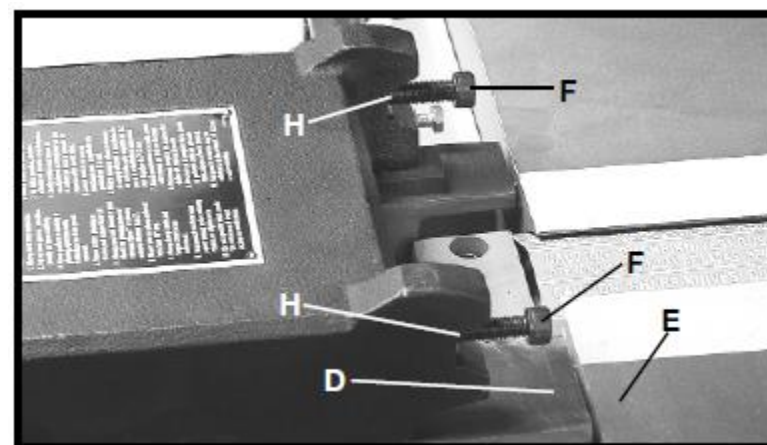

Рис. 9
ПРИМЕЧАНИЕ: ВЕРХНЯЯ ПОВЕРХНОСТЬ (D), РИС. 9, УЗЛА КАРЕТКИ ПАРАЛЛЕЛЬНОГО УПОРА ДОЛЖНА БЫТЬ НА ОДНОМ УРОВНЕ С ВЕРХНЕЙ ПОВЕРХНОСТИ (E) ВЫВОДНОГО СТОЛА.
1. Вывернуть два винта с шестигранным шлицем М8 х 1,25-30 (F), рис. 9.
2. Совместить два отверстия, одно из которых показано в поз. (G), рис. 10, в параллельном упоре с двумя отверстиями (H), рис. 9, в узле каретки параллельного упора. Вставить винт в отверстие параллельного упора и ввернуть винт в резьбовое отверстие узла каретки параллельного упора и надёжно затянуть шестигранным ключом 6 мм. Повторить данную операцию в другом отверстии в параллельном упоре и узле каретки параллельного упора.